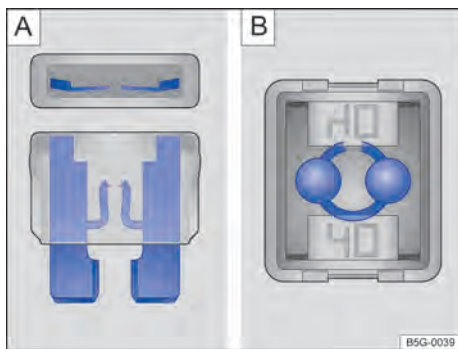

Fig. 171 Fusível queimado: **A** fusível plano, **B** fusível de bloqueio.
- Um *fusível plano* (ATO®, MINI®) queimado é reconhecido de cima ou de lado pela carcaça transparente nas faixas metálicas derretidas → Fig. 171 **A**.
- Um *fusível de bloqueio* (JCASE®) queimado é reconhecido pelas faixas metálicas derretidas por cima da carcaça transparente → Fig. 171 **B**.